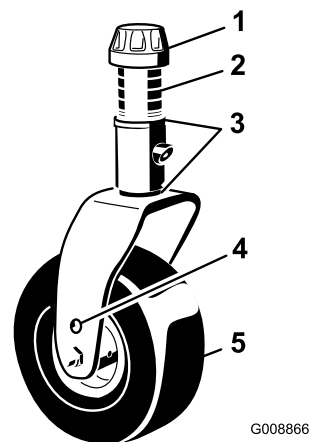

Figura 80
- Retire tampa de tensionamento do eixo roscado e desloque o fuso para fora do braço da roda giratória (Figura 80).